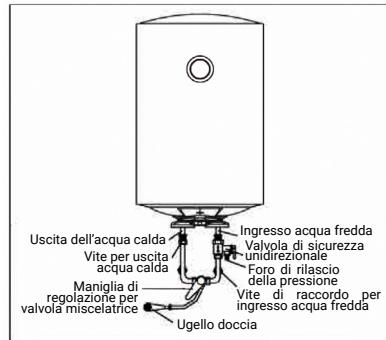

Fig. 3
- Per evitare perdite durante il collegamento dei tubi, è necessario aggiungere all'estremità delle filettature le guarnizioni di tenuta in gomma fornite con il thermos (vedi Fig. 3). Garantire giunti a tenuta stagna.